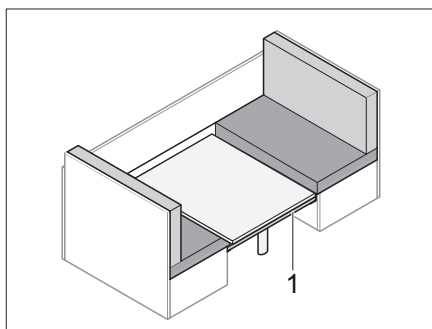

Bild 59 Bordet är nedsänkt och en extralist har lagts in
- Sätt in extralisten (Bild 59,1) mellan sittbänkarna.